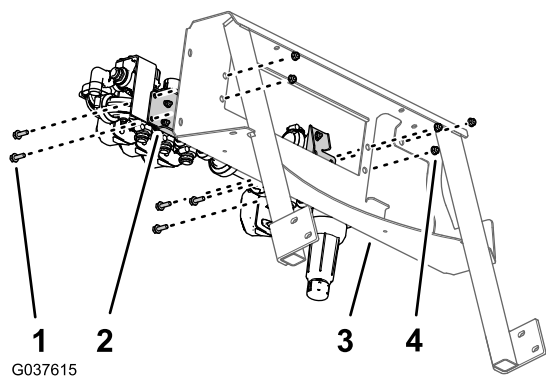
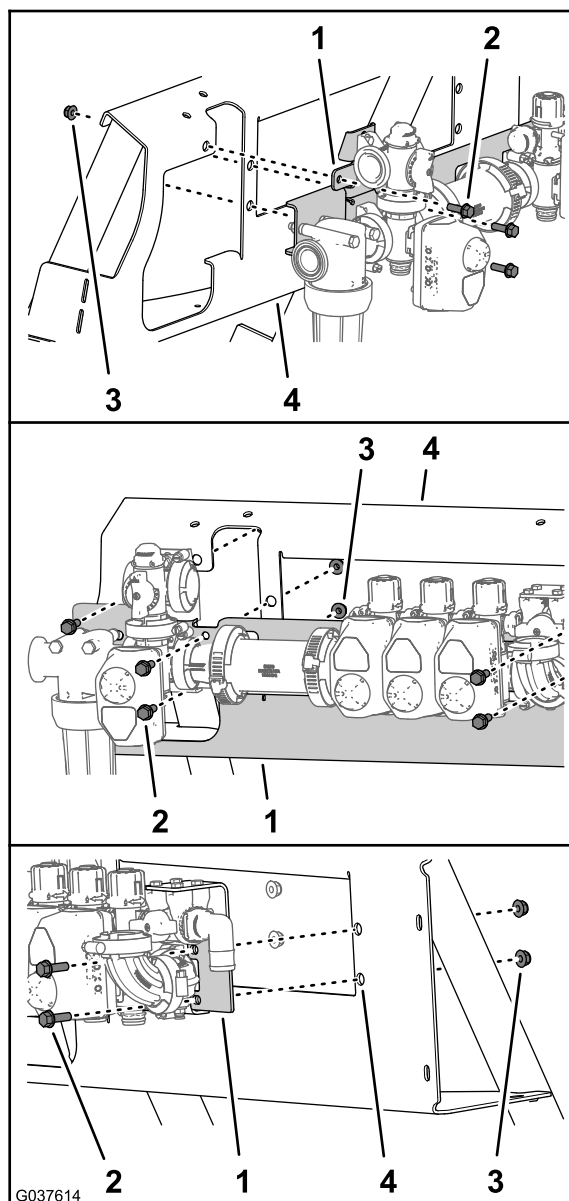

Figura 48
Figura 49
1. Allineate i fori nella staffa della valvola con il gruppo valvole dell'irroratrice ai fori nel supporto delle valvole (Figura 48 e Figura 49).
2. Montate la staffa delle valvole sul supporto delle valvole (Figura 48 e Figura 49) con i 5 bulloni a testa flangiata (5/16 x 1 poll.) e 5 dadi di bloccaggio flangiati (5/16 poll.).